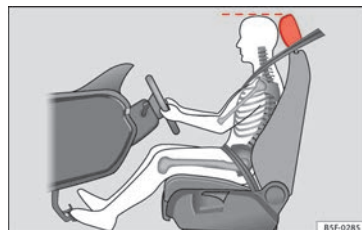

Abb. 75 Die richtige Kopfstützeinstellung des Fahrers.
- Stellen Sie die Kopfstützen so ein, dass die Oberkante der Kopfstütze sich möglichst auf einer Linie mit dem oberen Teil Ihres Kopfes befindet » **Abb. 75.**